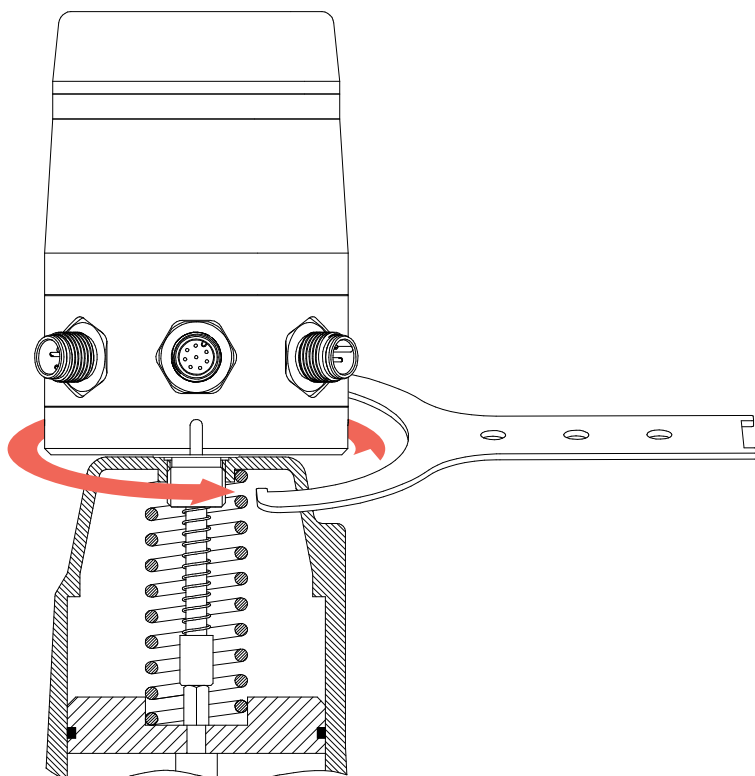

Рисунок 8 - Настройка положения и фиксация позиционера на клапане
- 8) Вращая позиционер по направлению резьбы адаптера (по часовой стрелке для адаптера, поставляемого в комплекте) установите его в требуемое положение относительно клапана с пневмоприводом, после чего затяните гайку в нижней части корпуса с помощью специального ключа, входящего в комплект поставки (см. рисунок 8).